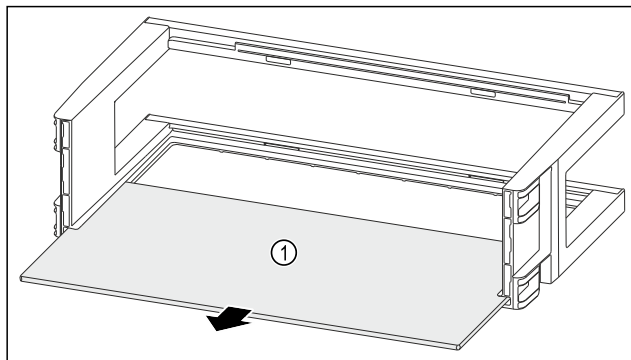

Fig. 141
- Retirer la tablette de rangement Fig. 141 (1).